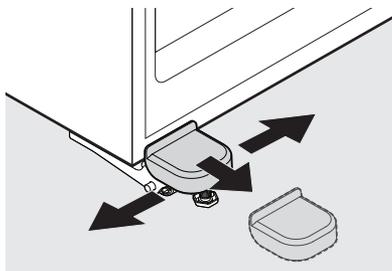

Figura 4
- Retire la cubierta de la bisagra doblando con cuidado las lengüetas de la cubierta hacia afuera mientras tira de la cubierta hacia la parte frontal de la unidad (vea la figura 4).